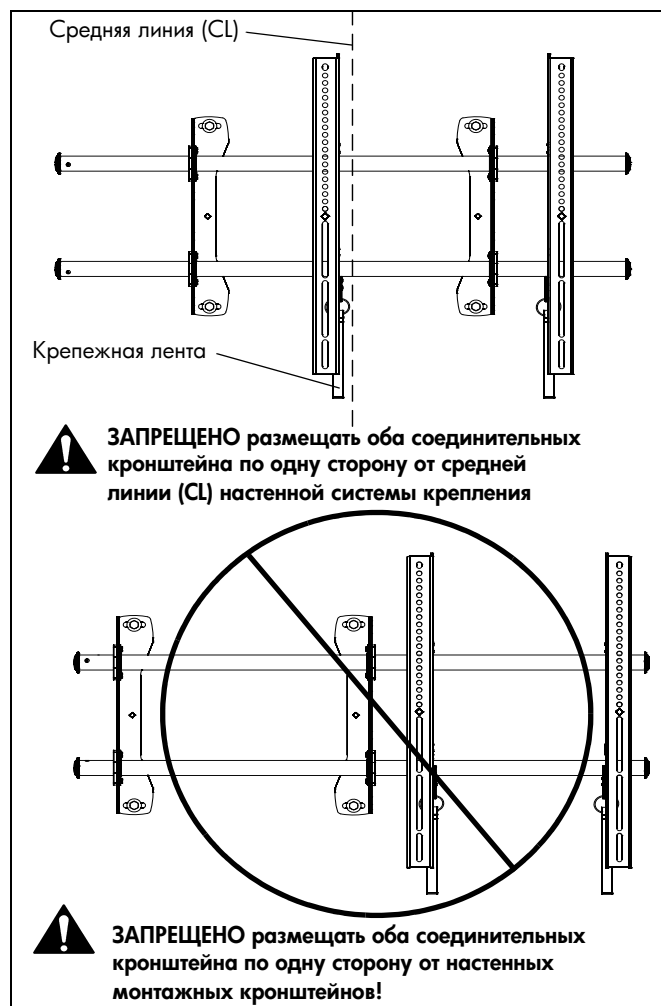

рис. 7
1. Отрегулируйте длину крепежной ленты Velcro® (при необходимости) так, чтобы она не выступала за нижний край экрана. (См. рис. 7)
ПРИМЕЧАНИЕ. ЗАПРЕЩЕНО размещать оба соединительных кронштейна по одну сторону от настенного монтажного кронштейна. (См. рис. 7)
ПРИМЕЧАНИЕ. ЗАПРЕЩЕНО размещать оба соединительных кронштейна по одну сторону от средней линии настенной системы крепления! (См. рис. 7)